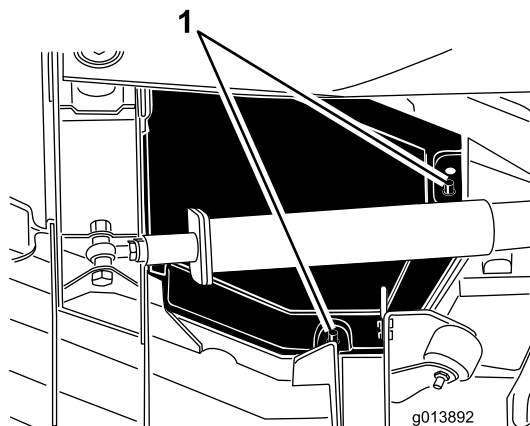

Bild 46
4. Heben Sie die hinteren und inneren Abdeckungskanten von den Befestigungspfosten (Bild 46).